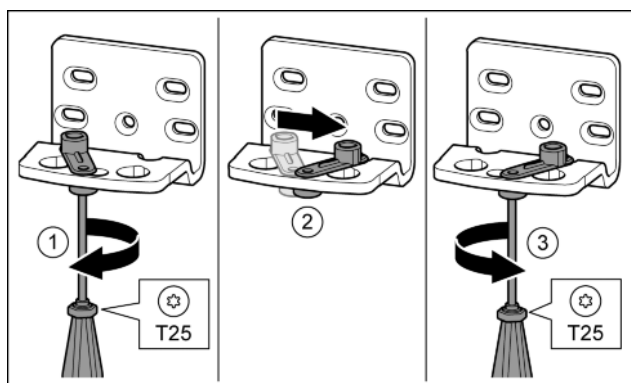

Fig. 15
- ▶ Ar skrūvgriezi T25 nenostiprināti pieskrūvējiet skrūvi. Fig. 15 (1)
- ▶ Paceliet durvju aizvēršanas palīgierīci un ieskrūvējiet caurumā par 90° uz labo pusi. Fig. 15 (2)
- ▶ Ar skrūvgriezi T25 pieskrūvējiet skrūvi. Fig. 15 (3)